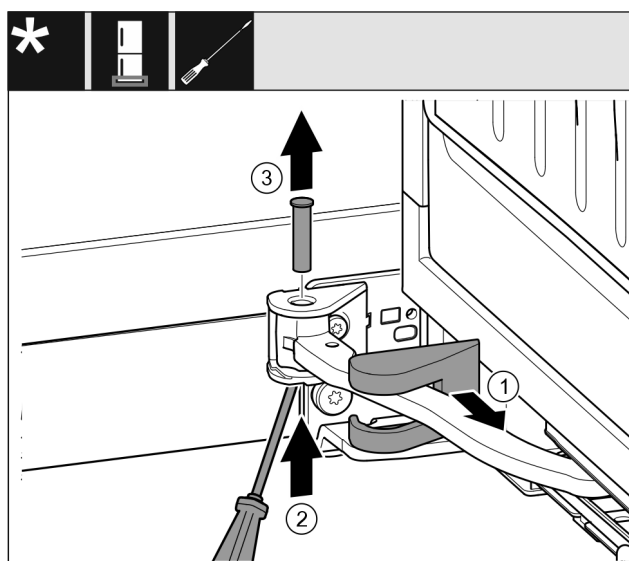

Fig. 16
- ▶ 卸下托架盖并沿着铰链移动。Fig. 16 (1)
- ▶ 将螺栓用手指或螺丝刀从下方提起。Fig. 16 (2)
- ▶ 将螺丝刀移动到螺栓头下方并拉出。Fig. 16 (3)